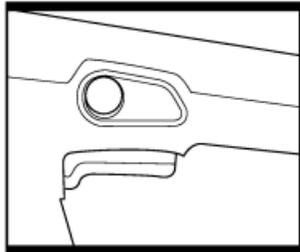

Fig. 2
2. ENCENDIDO Y APAGADO (Fig. 2)